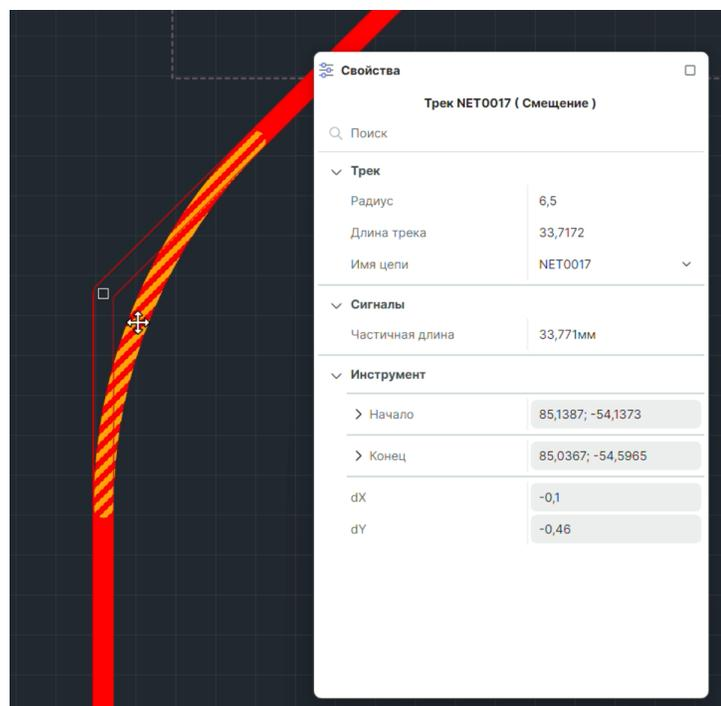

Рис. 292 Изменение скругления
2. Не активируя инструмент скругления, начните перемещать курсор с зажатой левой кнопкой мыши, см. Рис. 292.